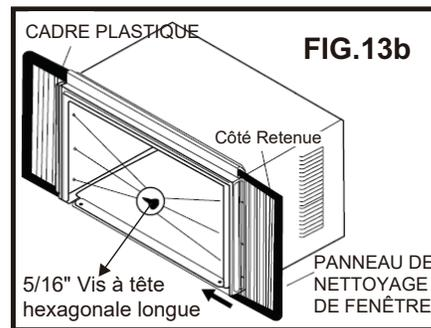

FIG.13b
5. Insérer les pattes supérieure et inférieure du cadre du panneau de remplissage des fenêtres dans le canal dans l'angle supérieur et le rail inférieur. Faites les de ux côtés. Installez la retenue latérale sur l'armoire comme indiqué(FIG.13b-14).